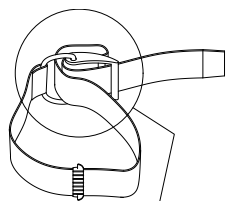
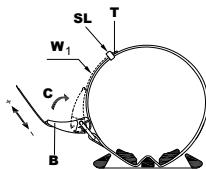

fig. 2-4
fig. 2-7
1. Ruotare la fibbia fino a farla scattare in posizione di apertura, far passare il nastro attorno alla fibbia in plastica come in figura (fig. 2-4), bagnare il nastro prima di bloccarlo sulla bombola e regolarne la lunghezza (fig. 2-7).
3. Chiudere la fibbia (C) (fig. 2-7). Se il nastro è troppo teso o troppo lasco, aprire il velcro e la fibbia per regolare nuovamente la lunghezza del nastro (fig. 2-5) della cintura a sgancio rapido (W1). Per ulteriore sicurezza, far scorrere il passante (SL) (fig. 2-5) attorno al terminale nastro (T). Nei jacket dotati di schienalino rigido, a bombola montata, è possibile sollevare il gruppo con la maniglia integrata nello schienalino.